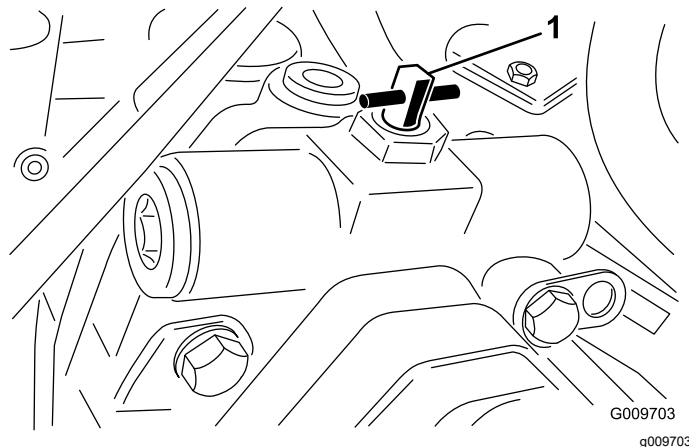

Figura 61
2. Rode a válvula de derivação 90° (1/4 de volta) em qualquer direção, para permitir a passagem interna do óleo (Figura 61). Depois de o fluido passar a máquina pode ser deslocada lentamente sem danificar a transmissão. Observe a posição da válvula quando a abrir ou fechar.